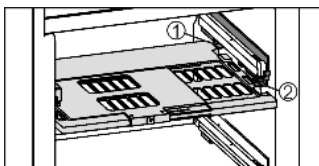

Fig. 18
- ▶ Inserimento della piastra di regolazione dell'umidità: inserire le nervature del coperchio della piastra dal basso nel supporto inferiore Fig. 18 (1) e inserire anteriormente nel supporto Fig. 18 (2).